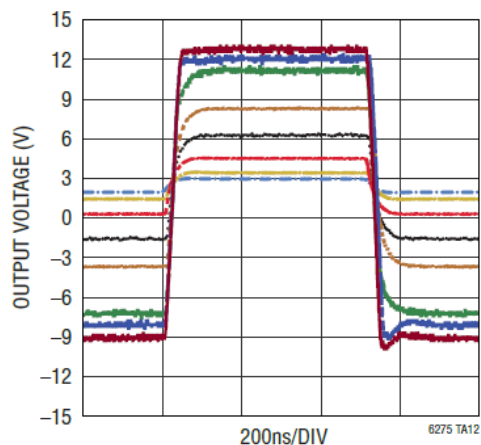

图 5. 复合放大器在不同输出阶跃幅度下的阶跃响应 ($A_v = -11\text{V/V}$)
图 5 显示了复合放大器在很多不同幅度下的输出阶跃响应（在 LT6275 的输出端测量）。在 15V 输出摆幅时，初始斜率测得为 $725\text{V}/\mu\text{s}$ 。此斜率比采用图 1 所示简单同相放大器在 15V 输出摆幅下测得的 $390\text{V}/\mu\text{s}$ 更快。根据公式 (3)，此种改进之所以可能，是因为复合放大器的有效带宽更高（因此 τ_o 更低），这与预期相符。